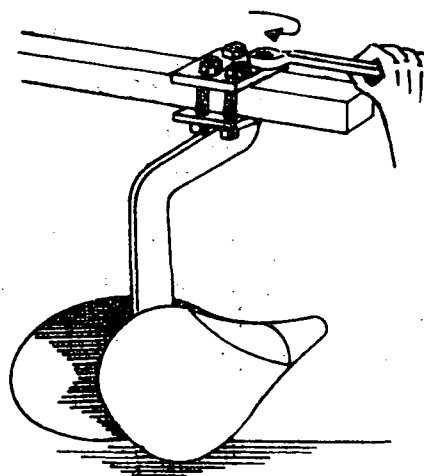

Fig. 1
- a Solte os parafusos que fixam a haste do sulcador na barra de sustentação (fig. 1).